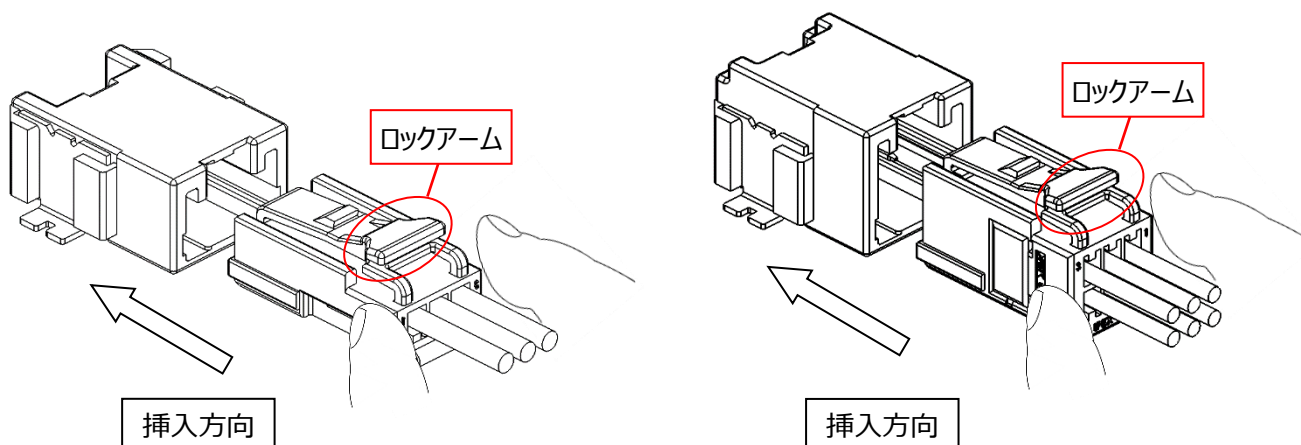

図 50.メスコネクタ挿入方向
- ①二次係止部・リテーナ装着作業が完了しているメスコネクタを、図 50 に示す方向でカチッと音がするまでまっすぐ押し込んでください。メスコネクタ挿入の際は中途挿入防止の為、ロックアーム部分に触れずに押し込んで下さい。
- ②メスコネクタ挿入後、メスコネクタを軽く引っ張り、メスコネクタがロックされているかどうか確認して下さい。